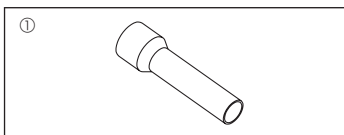

Fig. 1-1
1.6. Acessórios da unidade exterior (Fig. 1-1) (SW160, 200)